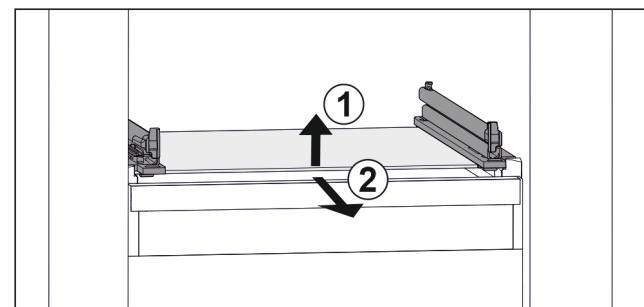

Fig. 98 Примерно изображение на стъклена плоча
- ▶ Повдигнете стъклена плоча отпред. Fig. 98 (1)
- ▶ Извадете стъклена плоча напред. Fig. 98 (2)